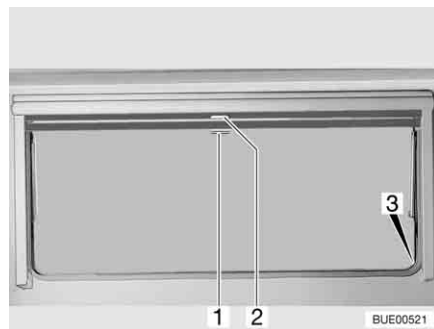

Bild 83 Överkantshängda fönster
- Drag ned mörklägningsrullgardinen med handtaget (Bild 83,2). När mörklägningsrullgardinen dras ned helt fäster man det man i spärrensarna (Bild 83,3) på båda sidorna på fönsterkarmen.
- När mörklägningsrullgardinen är helt neddragen: Tryck ned handtaget (Bild 83,2) och drag det något inåt. Nu kan man ta loss mörklägningsrullgardinen ur spärrarna på båda sidorna av fönsterkarmen.
- När mörklägningsrullgardinen inte är helt neddragen: Drag handtaget (Bild 83,2) lätt nedåt tills spärren släpper.
- Drag ner insektsnätet med handtaget (Bild 83,1) och fäst det i spärrarna (Bild 83,3) på båda sidorna av fönsterkarmen.
- Tryck ned handtaget (Bild 83,1) och drag det något inåt. Lossa insektsnätet ur spärrarna på båda sidorna av fönsterkarmen.